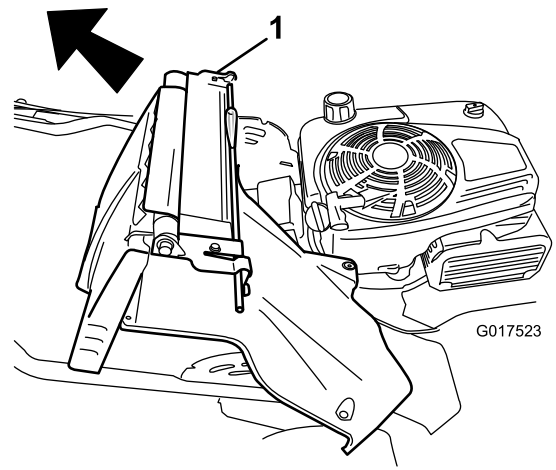

Figure 36
7. Déposez l'ensemble déflecteur arrière et levier de blocage du guidon (Figure 36).